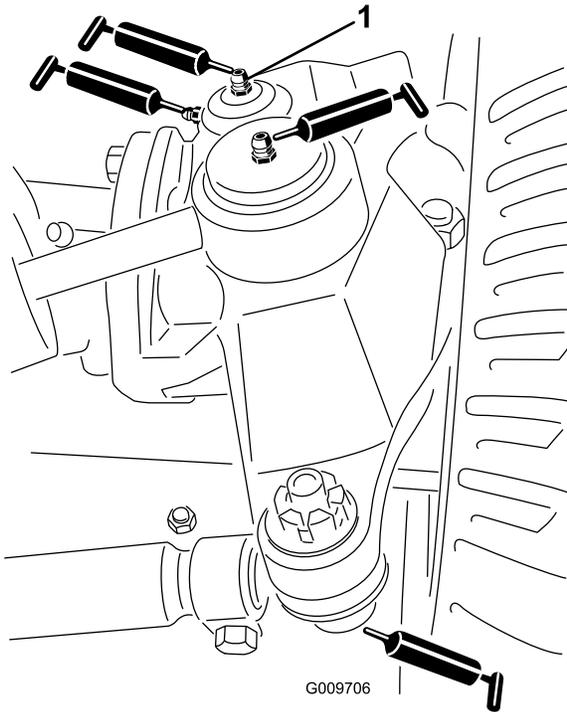

Figura 50
- Giunti a sfera (2) del cilindro di sterzo (**Figura 50**)
- Giunti a sfera (2) del tirante (**Figura 50**)
- Boccole (2) sul perno del fuso a snodo (**Figura 50**). **Il raccordo superiore sul perno del fuso a snodo richiede soltanto una lubrificazione annuale (2 pompate).**